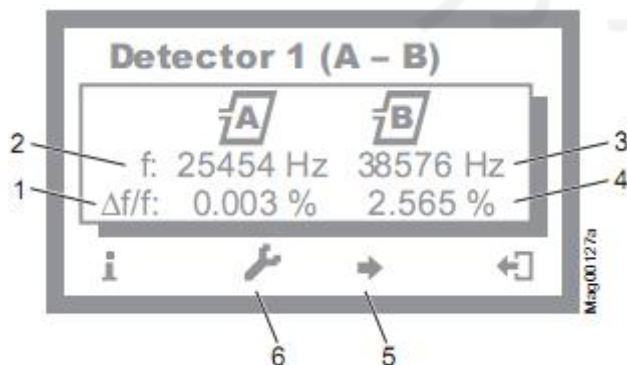

图 49: 例子 “界面—检测器菜单 1 (A—B)”
3. 重复按左控制按钮，直到“检测器 1 (A—B)”菜单显示。→ 请参照 90 页，图 49.